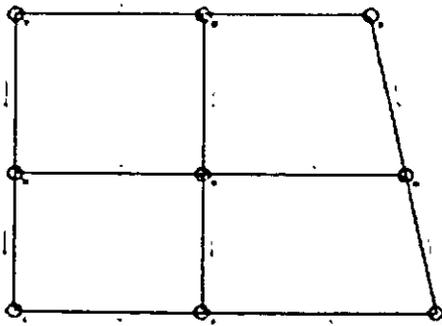

Fig. 47: Dirección de flujo en tuberías.
6. Utilice la rutina para verificar la dirección del flujo en tuberías. (Fig. 47).